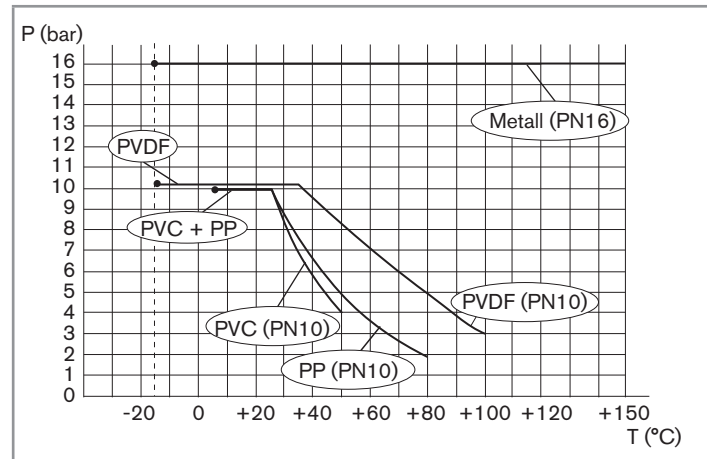

Abb. 7.1: Temperatur-Druck-Abhängigkeitskurven der Flüssigkeit, bei allein verwendeten T-Fittings
- Je nach Art der Materialien des Fittings (siehe Abb. 7.1) und des verwendeten Messgeräts (siehe die entsprechende Bedienungsanleitung) die Temperatur-Druck-Abhängigkeit der Flüssigkeit beachten.